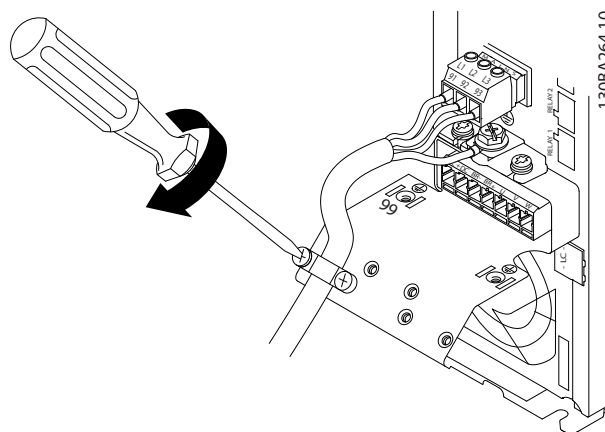

Bild 3.11 Montera stödfästet
4. Montera stödfästet över nätkablarna och dra åt skruvarna enligt anvisningarna i Bild 3.11.